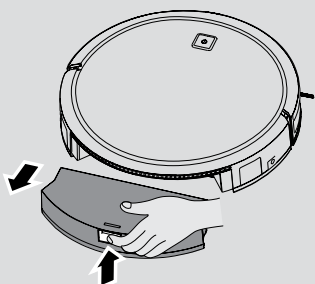

Fig. 17
1. Presione el botón de liberación y sáquelo. **[Fig. 17]**
2. Pulsar el botón de desbloqueo del depósito de polvo y extraer el depósito de RoBot. **[Fig. 17]**